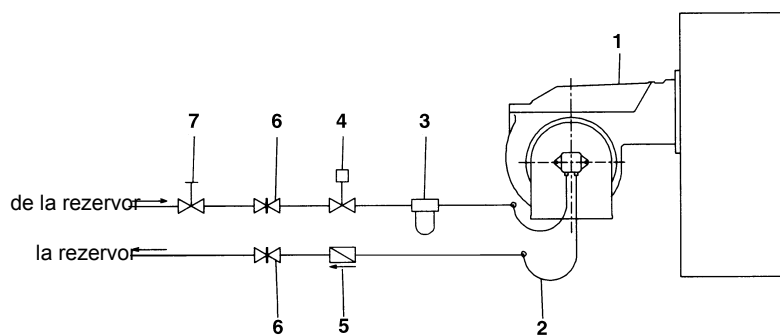

Fig. 5 - Sistem cu 2 conducte
**NOTA :** In instalatiile unde exista sisteme de alimentare gravitationale sau inel, instalati dispozitiv automat de inchidere(vezi poz4-Fig.5)